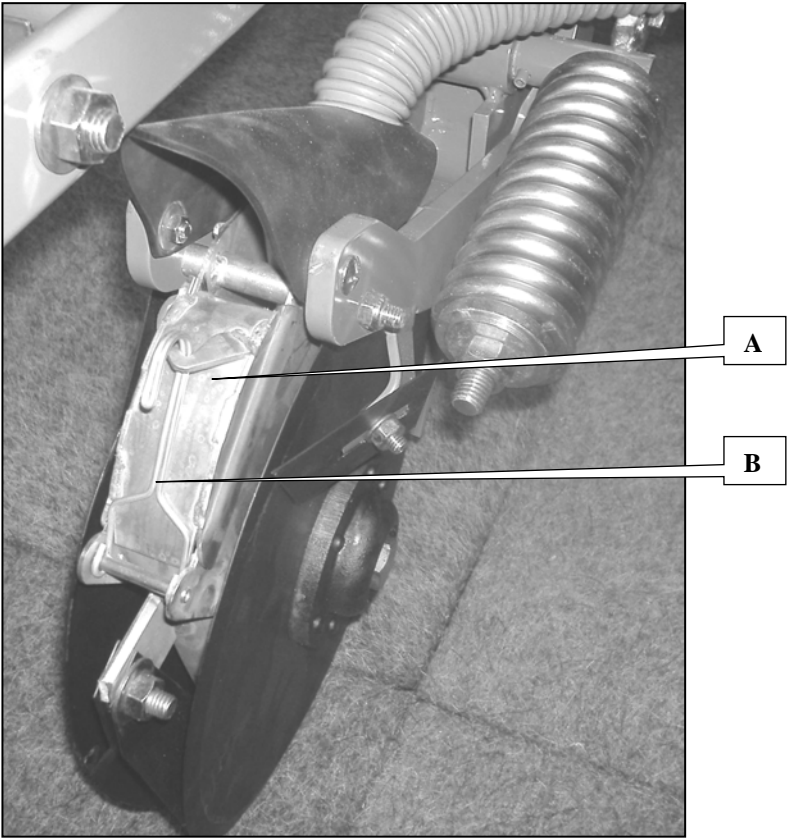

Fig. 1
I supporti sovesciatori sono montati su guida (A fig. 1). La loro posizione rispetto alla linea della semina è regolabile da 5 a 13 cm.
Sollevare la seminatrice. Allentare le 2 viti (B fig. 1), posizionare il supporto sovesciatore nella posizione desiderata e stringere le 2 viti.
Sollevare la seminatrice, togliere la coppiglia e rimuovere il mandrino (C fig. 1). Il doppio disco scorre sul suo supporto. Allargare il foro con una broccia alla posizione desiderata e fissare.
- Nettoyer les cyclones (sur rangs n°1, n°2, n°5 et n°6) (Fig.1). Retirer l'agrafe (A fig. 1) pour ouvrir le volet (B fig.1).
- Clean the cyclones (on rows 1, 2, 5 and 6) (Fig.1). Remove the fastener (A fig. 1) to open the shutter (B fig.1).
- Die Zykone reinigen (auf Reihen Nr 1, Nr 2, Nr 5 und Nr 6) (Abb.1).